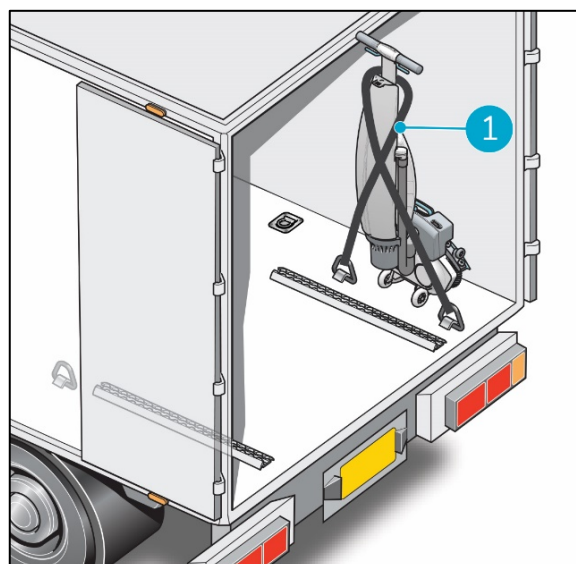

Abbildung 7
5. Sichern Sie den i-mop mit einem Spanngurt oder einer anderen geeigneten Rückhaltevorrichtung (Figure 7, Pos. 1).